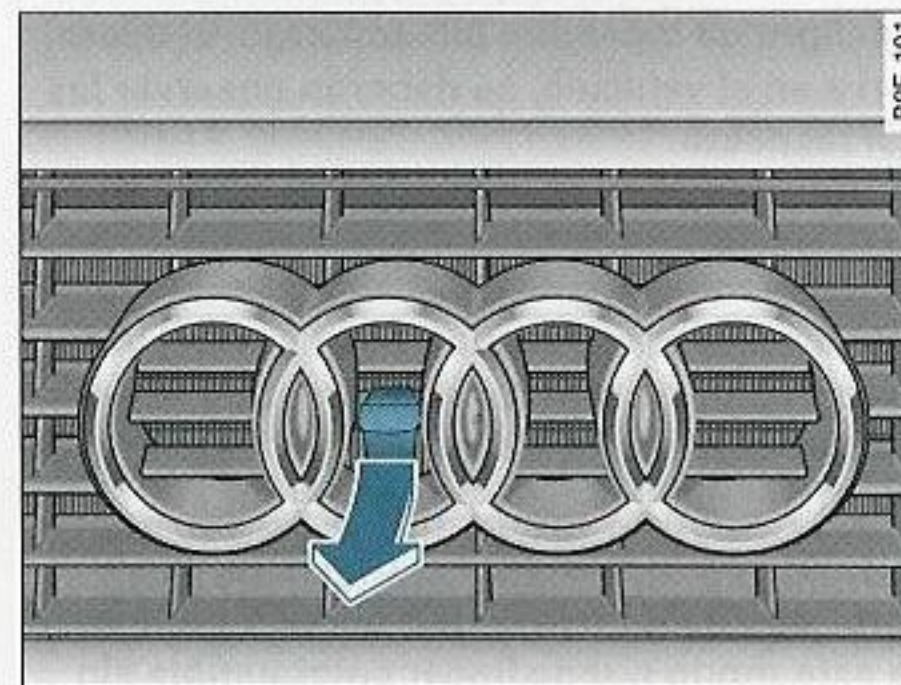

Fig. 226 Detalle de la parrilla del radiador: Tirador
- Tire del tirador ⇒ fig. 226 en la dirección de la flecha. Al hacerlo, el gancho de sujeción queda desbloqueado.